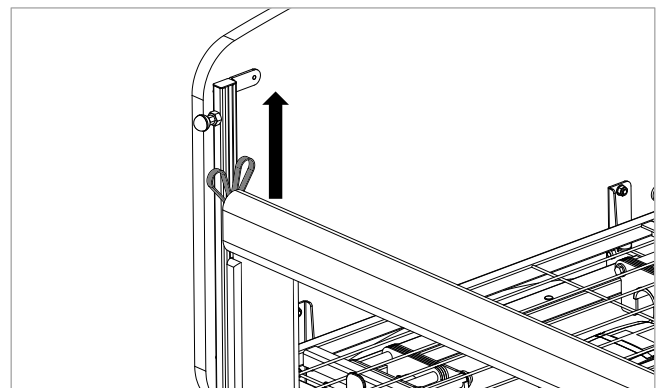

Figure 7.1
1. Utilisez la poignée de levage pour soulever une extrémité de la barrière (voir Figure 7.1).